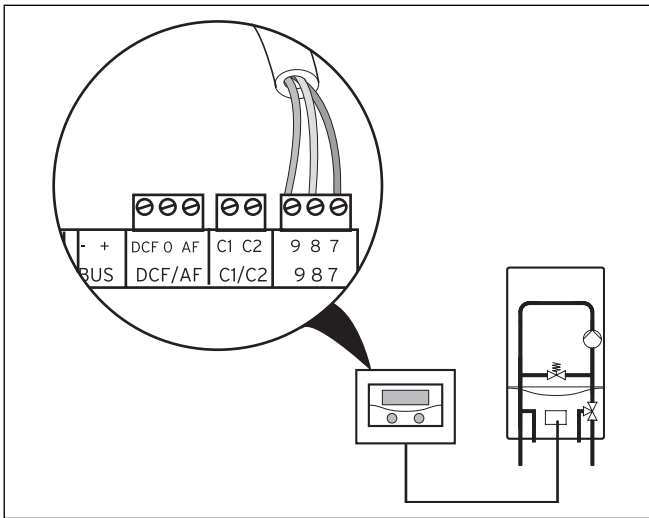

Abb. 4.1 Anschluss des Heizgerätes
- Nehmen Sie die Anschlussverdrahtung des Heizgerätes mit der beiliegenden Verbindungsleitung gemäß Abb. 4.1 vor.